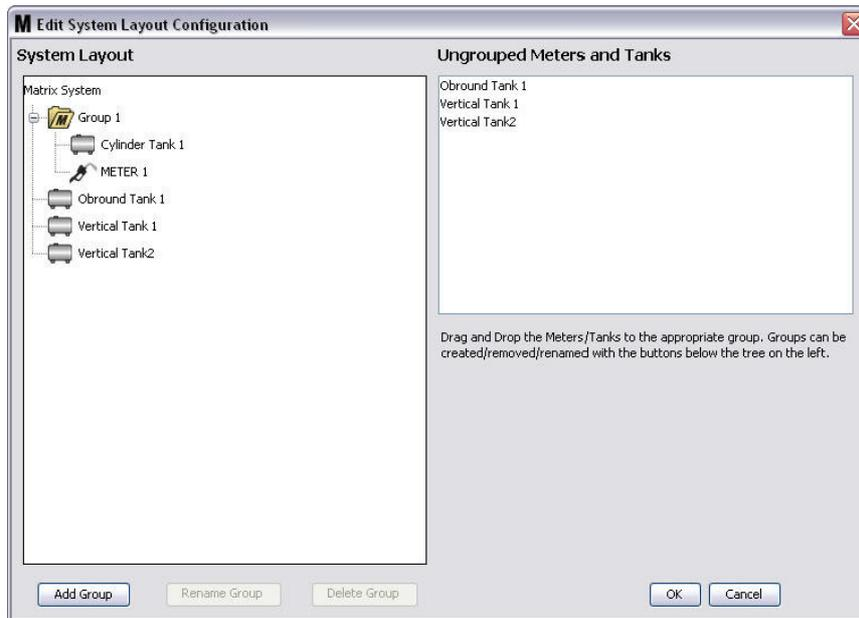

FIG. 129
- I serbatoi e i dosatori selezionati ora appaiono nell'icona della cartella sul lato del sistema Matrix della schermata come mostrato nella FIG. 129.
- Per rinominare un gruppo, utilizzare il mouse per selezionare la cartella del gruppo sull'elenco sul lato del sistema Matrix della schermata. Fare clic sul pulsante Rename Group (Rinomina gruppo) (FIG. 129).
11. Per eliminare un gruppo, utilizzare il mouse per selezionare la cartella del gruppo sul lato del sistema Matrix della schermata. Fare clic sul pulsante Delete Group (Elimina gruppo) (FIG. 129).